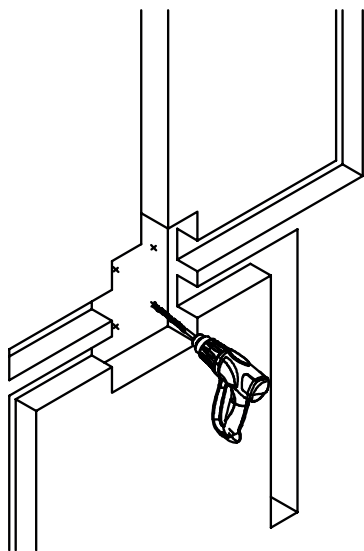

Рис. 3 / 3-сур.
3. Просверлите в стене 4 отверстия для крепления монтажного бокса согласно расположению отверстий на нем (рис. 3).